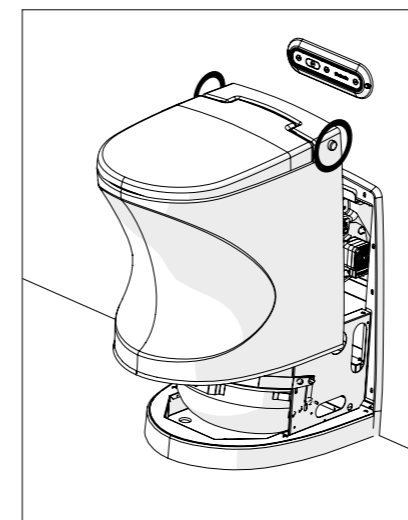

Ilustración 4
2. Extraiga la carcasa del inodoro de su conexión con la pared posterior. Para tirar mejor de la carcasa, coloque los dedos alrededor de los "botones" (Ilustración 4).